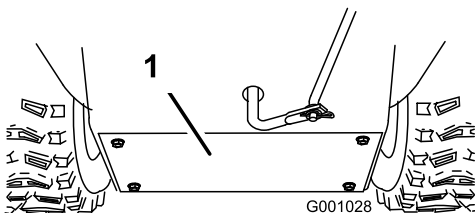

Figure 45
- Déposez le couvercle arrière (Figure 45).